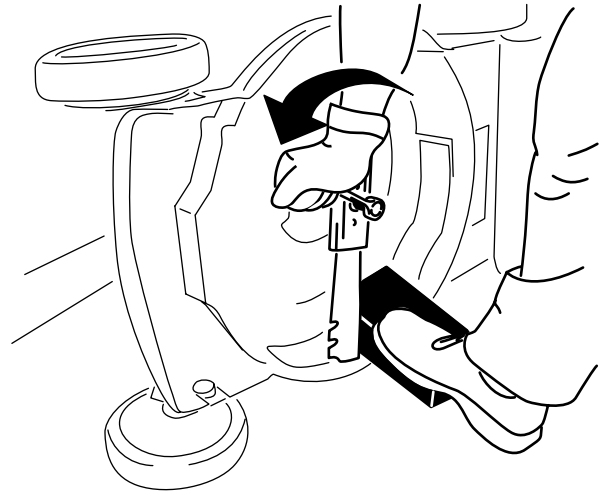

Figura 20
2. Utilize um bloco de madeira para manter a lâmina segura (Figura 20).
3. Remova o parafuso da lâmina e a lâmina; guarde o parafuso da lâmina (Figura 20).